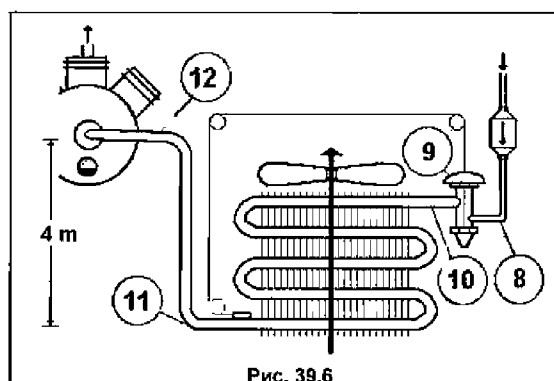
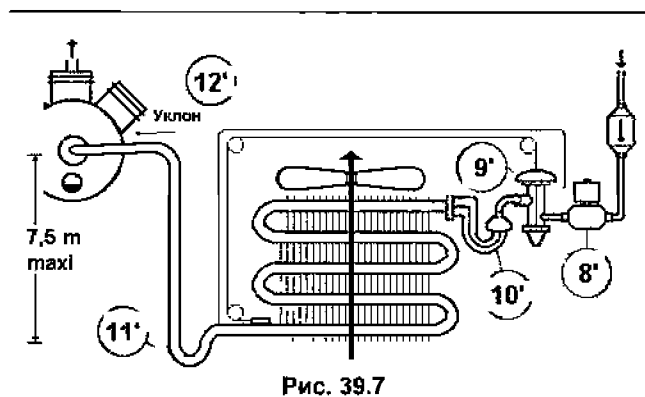

Рис. 39.6
Рис. 39.7
Однако такая операция требует, чтобы на жидкостной магистрали как можно ближе к ТРВ был установлен электроклапан (см. поз.8' на рис.39.7).
запитываемых при помощи распределителя жидкости, как показано на рис. 39.7, поз.10'.
Однако высокая холодопроизводительность испарителя и его запитка с помощью распределителя жидкости дает основание предполагать возможность значительных потерь давления, поэтому в данном случае крайне необходимо использовать термостатический ТРВ с внешним уравниванием давления, как показано на рис. 39.7, поз.9'.
**Ошибки № 11 и 12.** Разность уровней между испарителем и компрессором более 3 метров, поэтому в нижней части (см. поз.11 на рис. 39.6) восходящей всасывающей магистрали необходимо смонтировать маслоподъемную петлю (см. поз.1 Г на рис. 39.7).
Наконец, на входе в компрессор (поз.12 на рис. 39.6) имеется недопустимый контруклон, поэтому необходимо, чтобы всасывающий патрубок был наклонен к компрессору так, как показано на рис. 39.7, поз.12'.